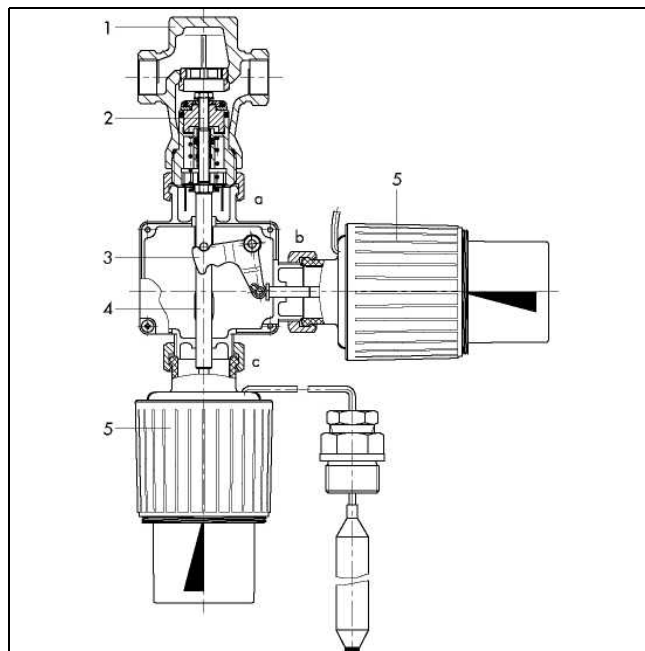

Рис. 3 – клапан тип 2431 K с двойной подвод Do3 K с двумя термостатами тип 2430 K
**Принцип действия** (рис. 3, 4 и 5)